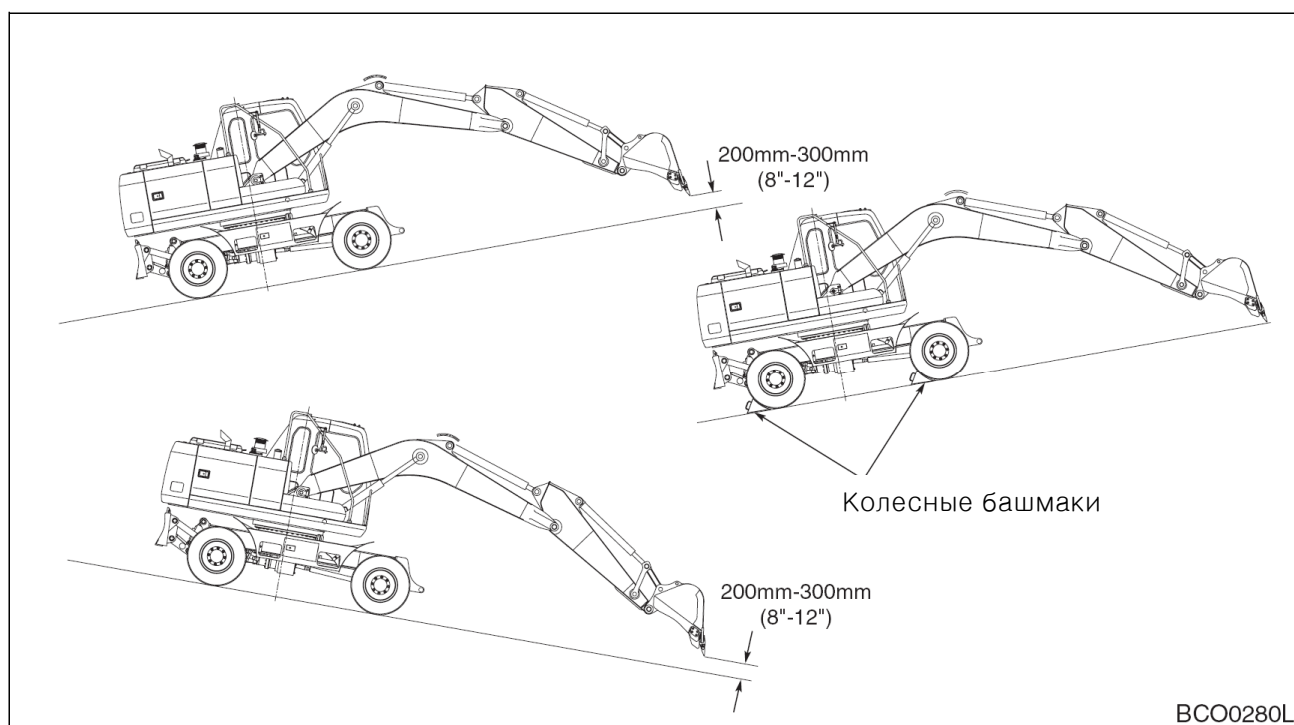

Рис. 34
9. Если машина припаркована на склоне, установить колесные башмаки под колеса со стороны нижней части склона для фиксирования положения машины. См. рис. 34 на стр.3-18. Колесные башмаки входят в комплектацию машины. Один хранится на нижней раме непосредственно под отсеком аккумуляторных батарей. Второй хранится на нижней раме непосредственно под кабиной. Когда верхняя конструкция направлена вперед машины.